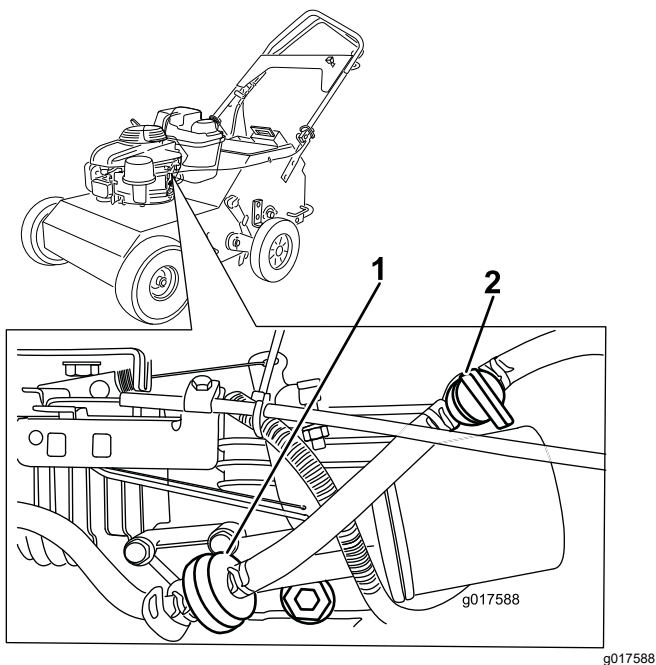

Figura 12
2. Abra la válvula de combustible girando la palanca paralela a la manguera de combustible (Figura 12).
3. Mueva el control del acelerador hacia adelante del todo a la posición de Estárter (**Figura 12**).